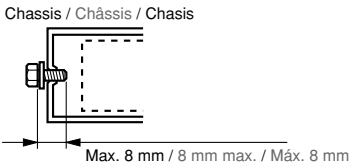

Figure 3 / Figure 3 / Figura 3
4. Use the enclosed screws for installation. Using other screws can cause damage. (Figure 3)
4. Utiliser les vis fournies pour l'installation. L'utilisation d'autres vis peut causer des dommages. (Figure 3)